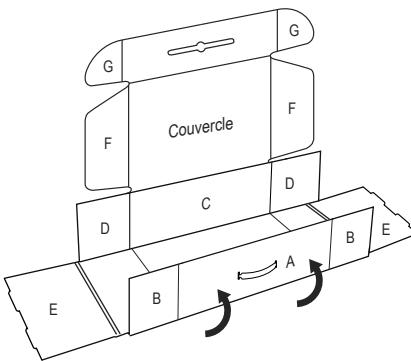

Figure 2
2. Pliez les rabats B et D vers l'intérieur. (Voir Figure 2)